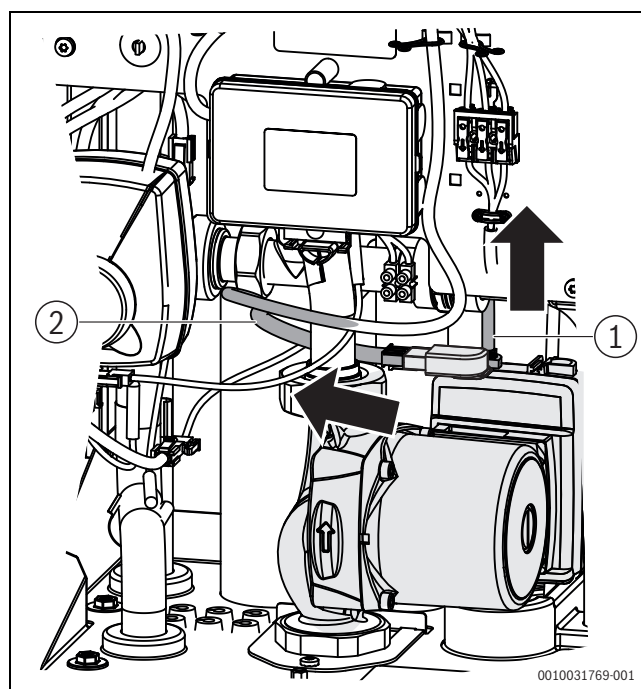

Fig. 41 Disinserimento della spina
- ▶ Staccare dal circolatore i 2 connettori (alimentazione elettrica e segnale) (→ fig. 41).